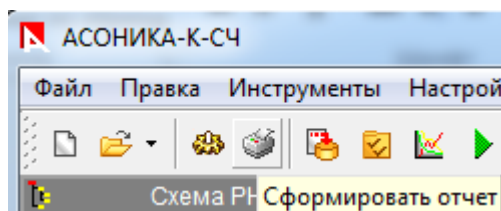
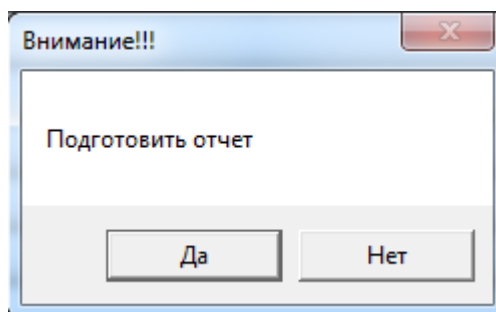

Рис. 3.53. Кнопка «Сформировать отчет»
Рис. 3.54. Окно «Внимание»
На этом построение графика завершено. Полученная зависимость эксплуатационной интенсивности отказов отображается в окне «Графический анализ результатов расчета» в графическом (см. рис. 3.53) или табличном (см. рис. 3.54) виде.
Примечание: Для сохранения графика и таблицы нажмите кнопку «Сохранить» (см. рис. 3.54). В этом случае вам необходимо выбрать папку, в которой будет помещен файл в формате *.bmp*.
После выбора на главной форме в палитре инструментов иконки «Сформировать отчет» (см. рис. 3.53) (нажатием левой кнопки мыши) появляется окно «Внимание».
- В окне «Внимание» (см. рис. 3.54). Вам необходимо нажать кнопку «Да».